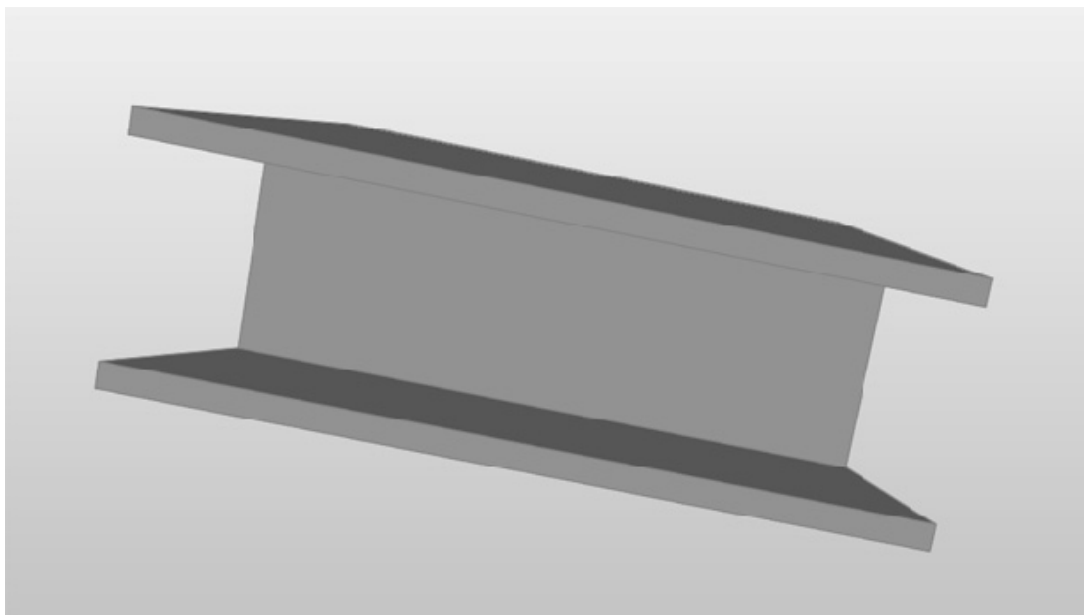

图 4-23
1) 使用鼠标右键旋转模型至图 4-23 所示的角度，即可看见桥底。